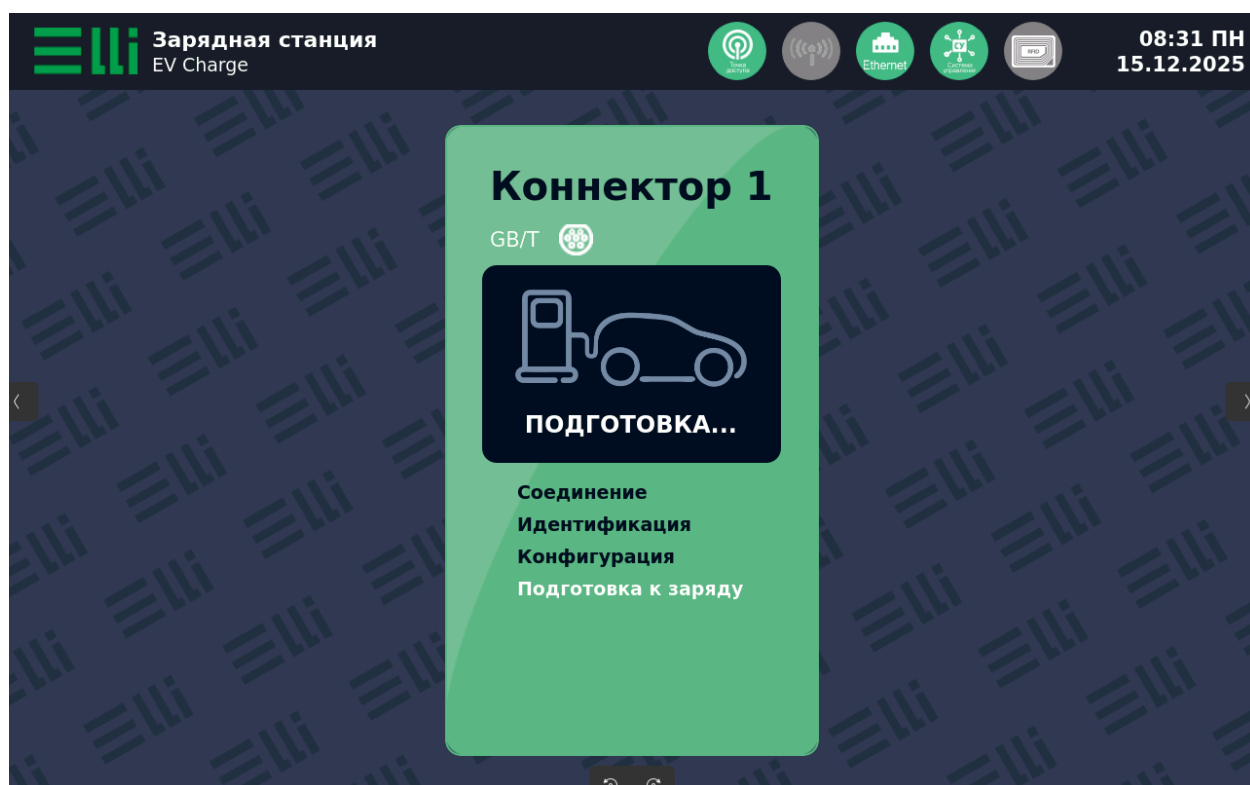

Рисунок 34. Вид основного экрана управления панели оператора с отображением информации об инициализации зарядной сессии GB/T интерфейса
7.7. Запустить зарядную сессию по GB/T интерфейсу с помощью RFID-карты (нажать на вкладку GB/T-коннектора на экране панели оператора, приложить RFID-карты). На экране управления панели оператора во вкладке GB/T коннектора должна отображаться информация об инициализации зарядной сессии (рисунок 34). В ходе инициализации зарядной сессии должны включиться контактор, подающий напряжение питания на силовые преобразователи, включиться вентиляторы силовых преобразователей.